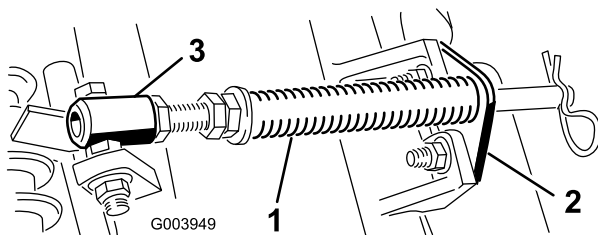

**Figura 4**
4. Certifique-se de que o contrapeso (Figura 4) está instalado na extremidade adequada da unidade de corte conforme descrito no *Manual do utilizador da unidade de corte*.